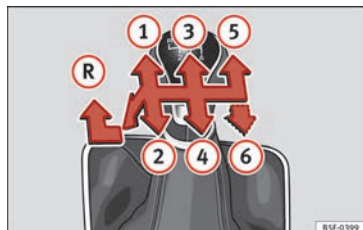

Fig. 56 Schema di un cambio manuale a 5 marce o a 6 marce.
Nella leva selettoria sono indicate le posizioni delle marce » » » **fig. 56**.
- Per inserire la retromarcia, con la leva selettoria in posizione di folle, spingerla verso il basso, muoverla a fondo a sinistra e quindi in avanti » » » **fig. 56 (R)**.